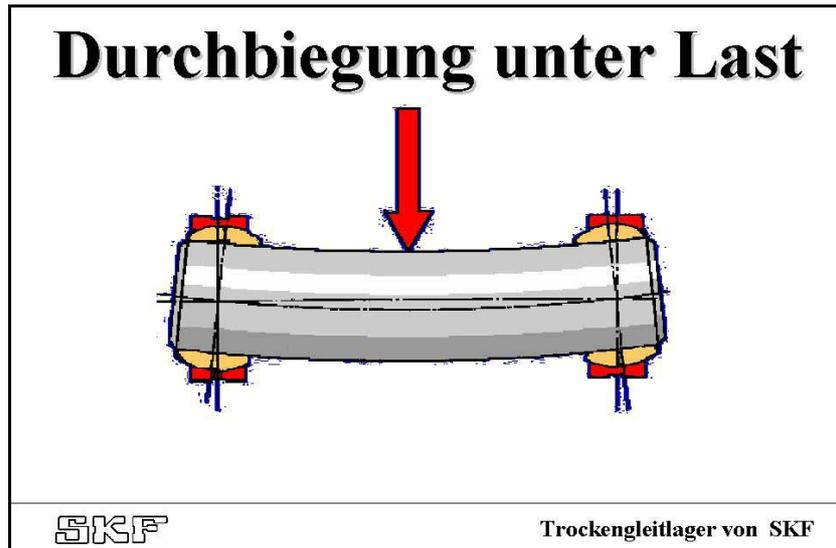

Bild 04
- hohe Betriebslasten, die zu elastischer Verformung der Struktur führen (*Bild 04*).